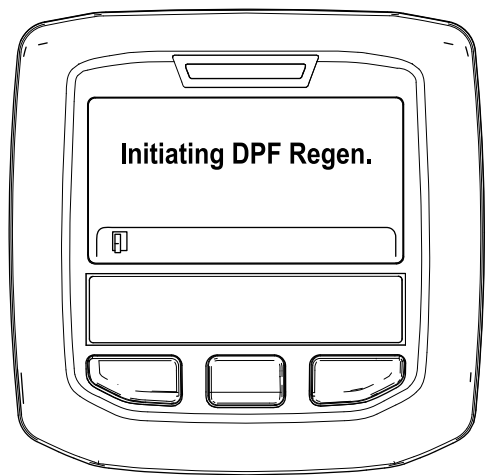

Figura 49
- A. Viene visualizzato il messaggio "Inizializzare Rigen. FAP" (Figura 49).